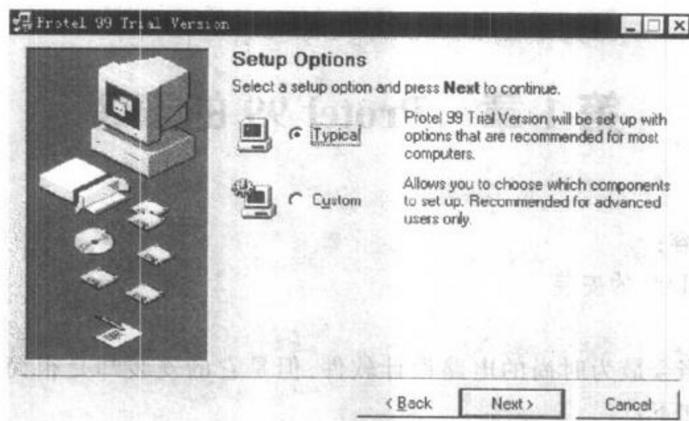

图 1-3 安装方式选择对话框
(3) 单击 Next 按钮则会出现如图 1-3 所示的安装方式选择对话框,供读者选择要进行的安装方式。